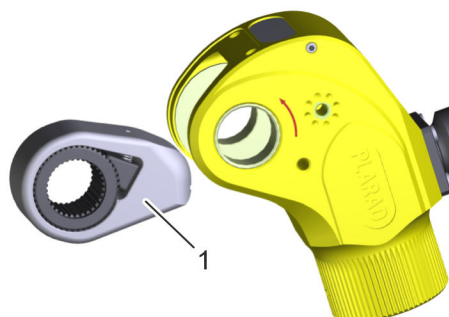

Fig. 34 : Levier à cliquet
9. ➔ Retirez le levier à cliquet (Fig. 34 /1).